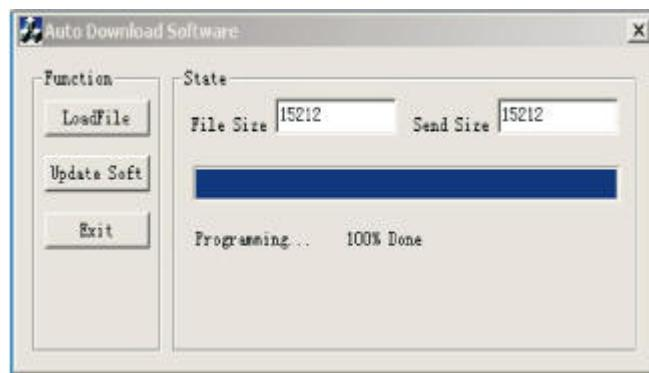

Figura 6
4. Si la actualización ha sido exitosa, según la figura 6, reinicie la máquina.